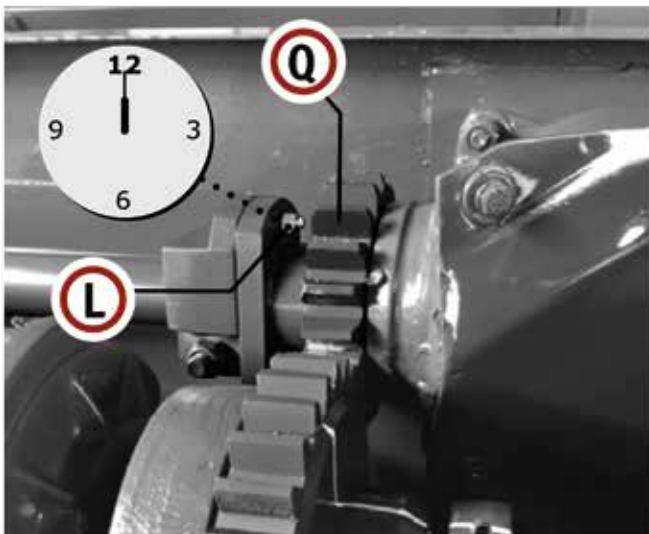

**Fig. 16**
1. En caso de más de 60 mm de distancia: mueva el engrane (A) un paso más que el engrane (Q), en sentido de las manecillas del reloj para anticipar la entrada de los dientes en la cámara (Fig. 16). Si esto no es suficiente, repita este proceso para la sincronización.
2. En caso de menos de 10 mm de distancia: mueva el engrane (A) un paso más que el engrane (Q), en sentido contrario a las manecillas del reloj para posponer la entrada de los dientes en la cámara (Fig. 16). Si esto no es suficiente repita este proceso para la sincronización.